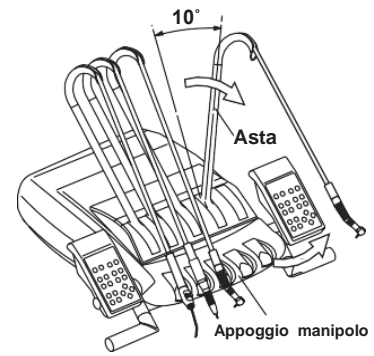

Fig.3-26 Appoggio manipolo & asta
(1) Pedale (Tipo A2) (Fig.3-26 & 3-27)
(2) Pedale motore elettrico (Tipo SE) (Fig.3-26 & 3-28)